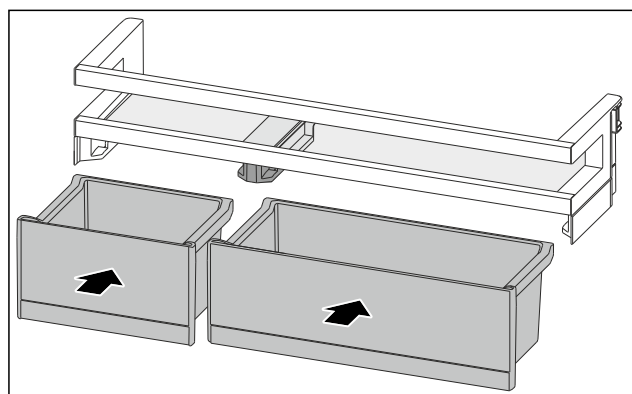

Fig. 222
- Installer les VarioBoxs dans l'agencement inverse. (voir Fig. 222)